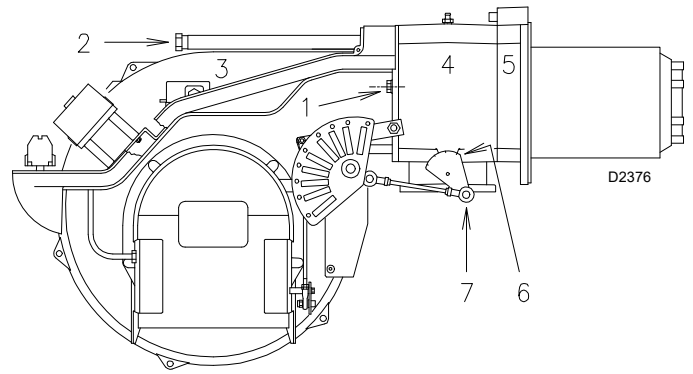

Fig. 18
- remonter le brûleur sur les glissières 3) à environ 100 mm du manchon 4) - brûleur dans la position illustrée sur la Fig. 18 ;
- insérer les câbles de la sonde et de l'électrode, puis faire glisser le brûleur jusqu'au manchon ; le brûleur doit rester sur la position illustrée dans la Fig. 18 ;